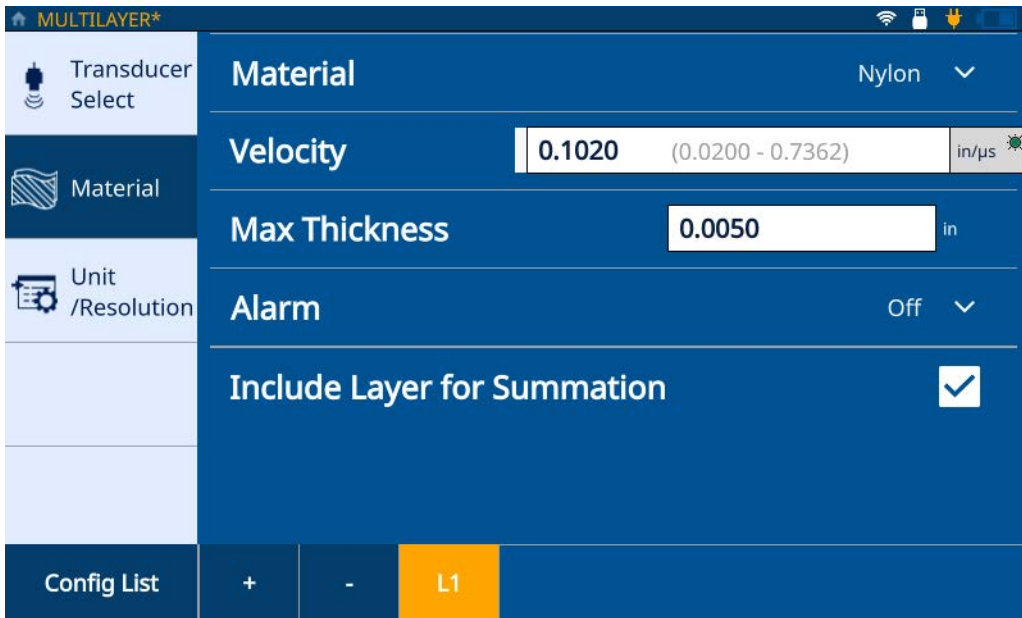

Figura 2-5 Guia de material multicamada
8. Clique na guia **Material** (consulte Figura 2-5 na página 18 onde L1 representa a primeira camada) e selecione o material na lista suspensa. O medidor atualiza automaticamente a velocidade com base no material.